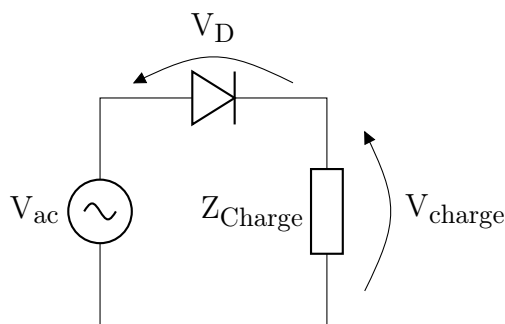

FIGURE 5 – redresseur simple alternance
**Question 10.** Connectez le montage de la Figure 5. Utilisez comme source un signal de 100 Hz et d'amplitude 2V. Utilisez une résistance de 10k $\Omega$  comme charge. Vérifiez vos prédéterminations expérimentalement (Attention à la polarité de votre diode).